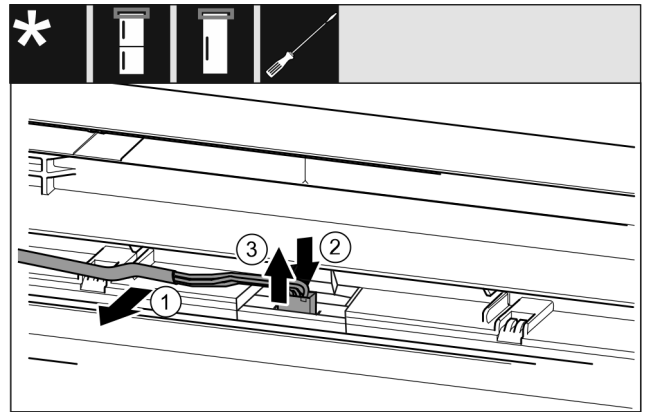

Fig. 22 制冷/冷冻组合/冰柜/冰箱
- ▶ 将电缆 Fig. 22 (1)小心地从门内的导向装置上松开。
- ▶ 向后按住插头后方的接片 Fig. 22 (2)。
- ▶ 小心地向上拉出插头 Fig. 22 (3)。